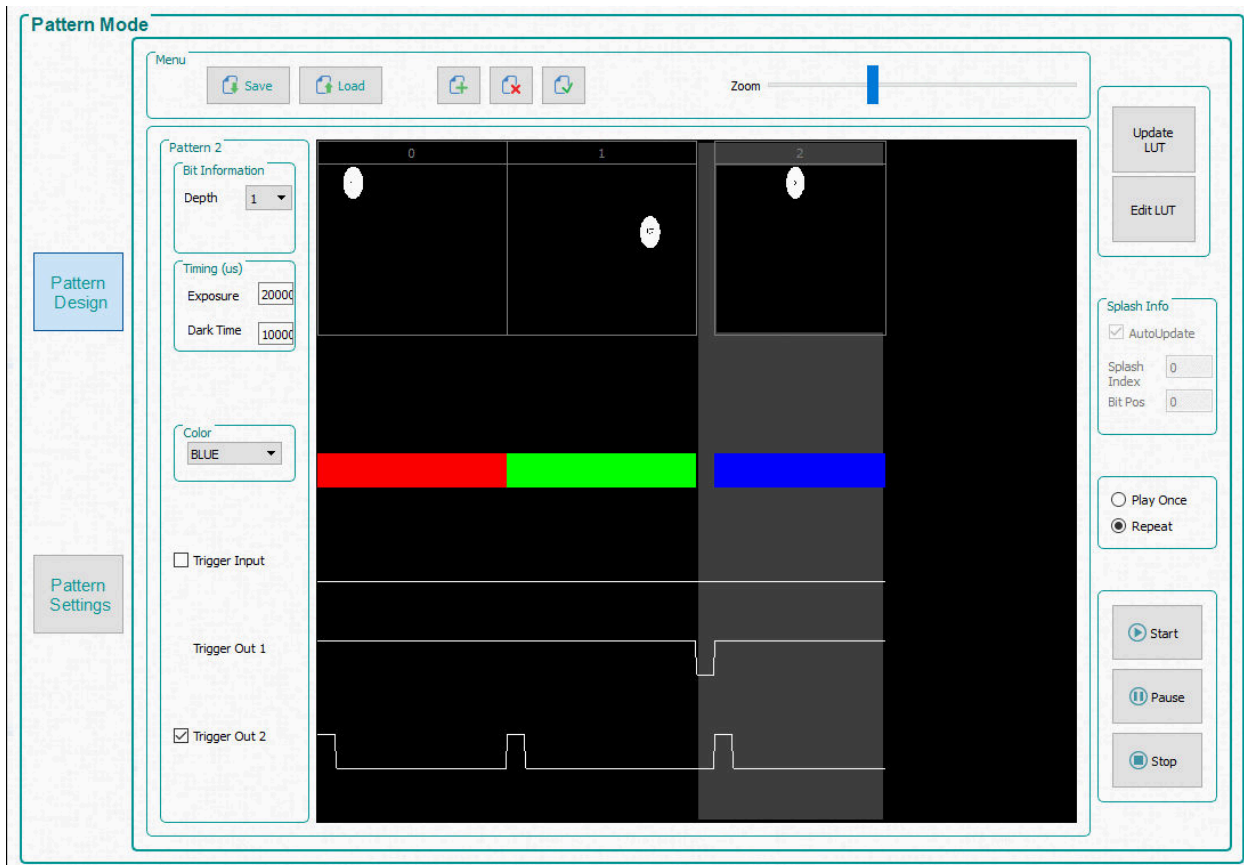

図 3-10. 3 パターンのシーケンス
7. 3 番目のパターンを選択し、ビット深度 1 を選択します。露出を 200000 μ s に、ダークタイムを 100000 μ s に設定し、カラーの「青色」を選択します。パターン シーケンスを、図 3-10 に示します。[Zoom] バーを使用して拡大と縮小を行えます。これは、多くのパターンがパネルにロードされているときに便利です。